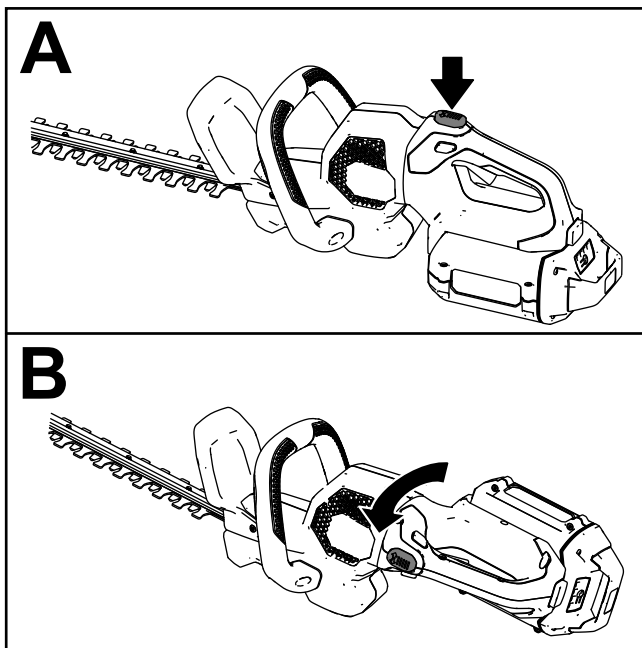

Figura 6
- Mantenga pulsado el botón de bloqueo de la rotación (Figura 6, A).
- Rote la empuñadura 90° a la izquierda o a la derecha dependiendo del sentido de corte deseado, luego suelte el botón de bloqueo de la rotación para bloquear la empuñadura en la posición deseada (Figura 6, B).